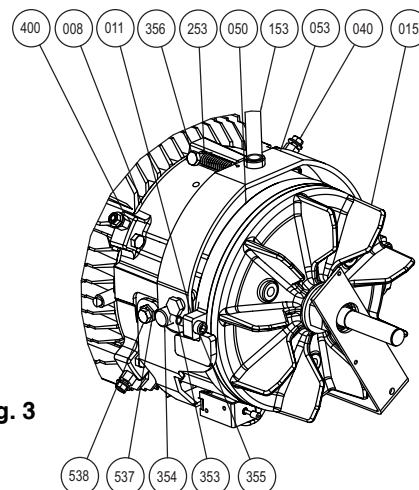

Fig. 3
3.4 - Sostituzione del DLRA (fig. 3)